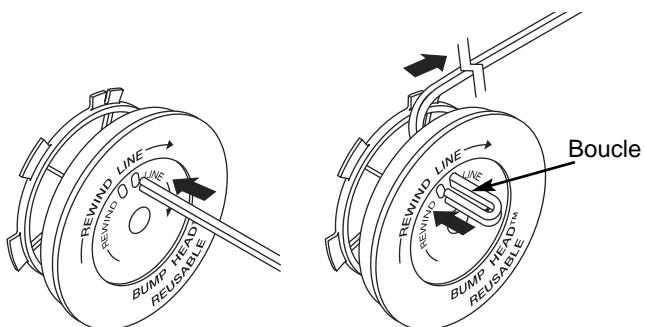

Fig. 20
8. Coupez environ 2,5 m (8 pi) de fil neuf. Insérez une extrémité de fil dans l'un des deux trous du moulinet intérieur (Fig. 20). Tirez le fil jusqu'à ce qu'il reste environ 10 cm (4 po) environ.
9. Insérez l'autre extrémité du fil dans le trou ouvert du moulinet et tirez sur le fil pour que la boucle soit le plus petit possible (Fig. 20).